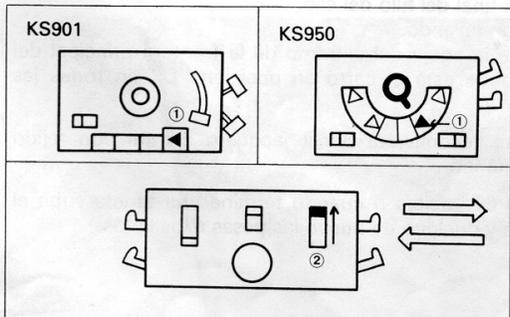

Fig. 4
- 7 Ajuste los carros. < Fig. 4 >